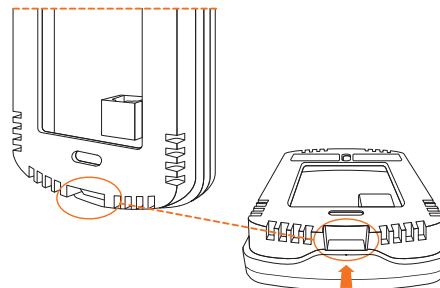

Figure 1
1. Séparez le boîtier avant du couvercle arrière en appuyant sur la languette situé sous la sonde. (voir figure 1)